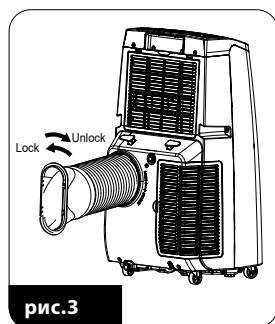

рис.3
- Монтажное кольцо (17) с прикрученным воздуховодом (15) вставьте в отверстие выхода воздуха (11) и осторожно поверните кольцо против часовой стрелки (рис. 3).